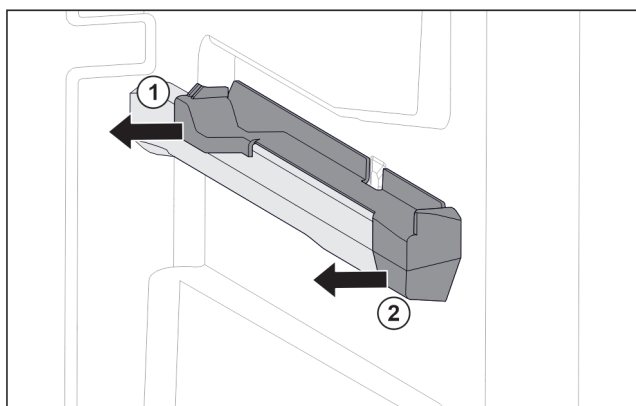

Fig. 76 Násuvný diel na pravom rebre nádoby
- Stiahnite násuvný diel vzadu do strany. Fig. 76 (1)
- Stiahnite násuvný diel vpredu do strany. Fig. 76 (2)